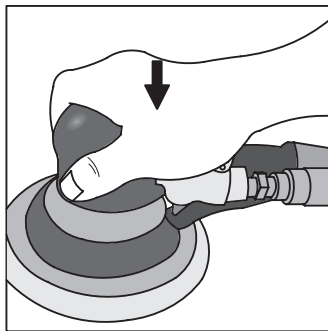

Рисунок 7 – Шлифование
6. Поверните регулятор скорости против часовой стрелки, относительно верхней части шлифовальной машинки, тем самым установив необходимую частоту вращения шлифовального круга. Скорость меняется в зависимости от размера используемого зерна (см. подраздел «Советы по использованию»). При шлифовании не прикладывайте к инструменту больших усилий, оказывая воздействие на курок ладонью, как показано на рис. 7. Не наклоняйте инструмент на плоскости, чтобы избежать нежелательных отметин после шлифования.